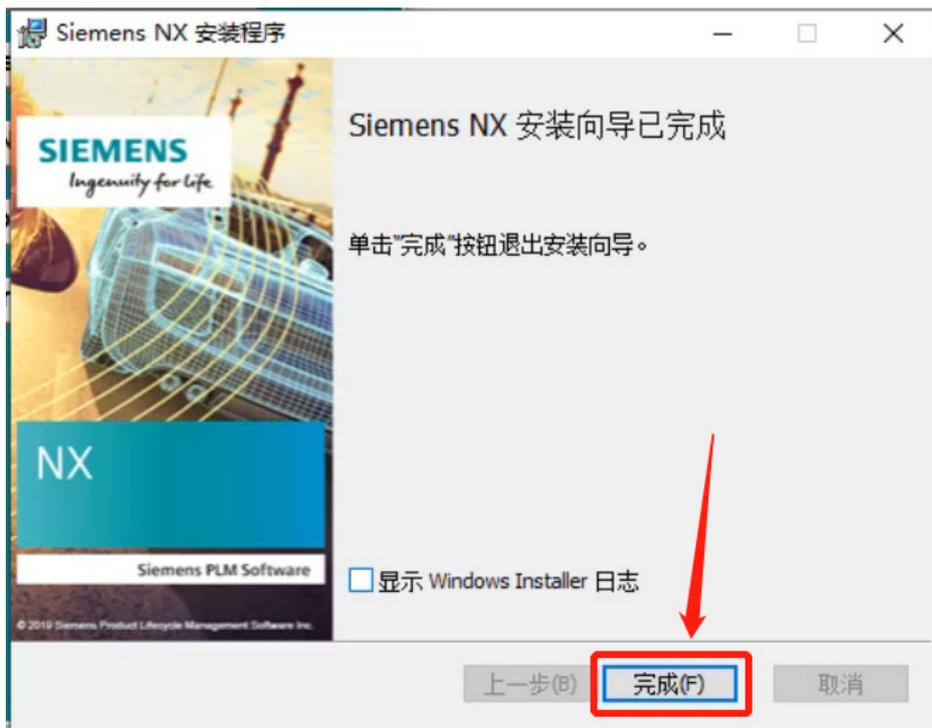

图 1-8 完成 NX 安装
(8) 等待安装完成后，在安装界面单击“完成”按钮，完成 NX 安装，如图 1-8 所示。在 Windows 应用列表中找到 NX 图标，添加桌面快捷方式。